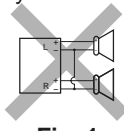

Fig. 1
- If the speaker wiring in your car is as illustrated in Fig. 1 and Fig. 2 below, **DO NOT** connect the unit using that original speaker wiring. If you do, the unit will be seriously damaged. Redo the speaker wiring so that you can connect the unit to the speakers as illustrated in Fig. 3.
- Si el conexionado de altavoz de su automóvil es como se indica en las Fig. 1 y Fig. 2 de abajo, **NO** conecte la unidad utilizando ese conexionado de altavoz original. Si lo hace, se producirán daños graves en la unidad. Vuelva a efectuar el conexionado de altavoz de manera que pueda conectar la unidad a los altavoces de la manera indicada en la Fig. 3.
- Si le câblage des enceintes de votre voiture est réalisé comme montré sur la Fig. 1 ou Fig. 2 ci-dessous, **NE CONNECTEZ PAS** l'appareil en utilisant ce câblage original d'enceintes. Si vous le faites, l'appareil sera sérieusement endommagé. Recommencez le câblage des enceintes de façon que vous puissiez connecter l'appareil aux enceintes comme montré sur la Fig. 3.